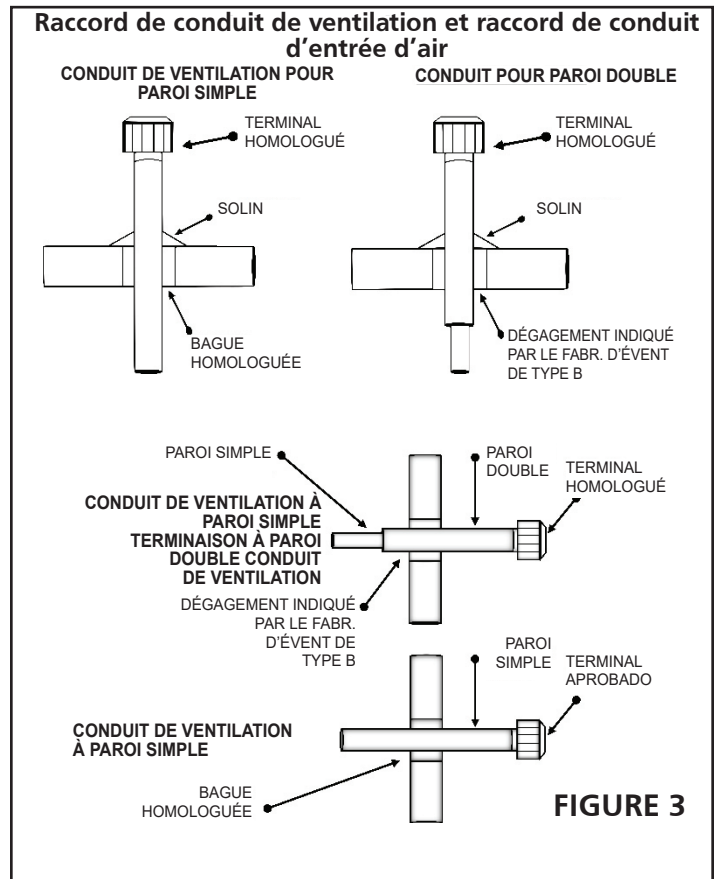

FIGURE 3
4. L'appareil de chauffage est équipé d'un adaptateur d'évent pour connecter le tuyau d'aération et les appareils de chauffage à combustion séparés ont un adaptateur de tuyau d'air d'entrée pour connecter le tuyau d'air d'entrée. Voir la Figure 3 et le Tableau 5 à la page suivante. Utilisez un tuyau d'entrée et un tuyau de ventilation de même taille que le connecteur, sauf indication contraire dans les codes locaux/nationaux.